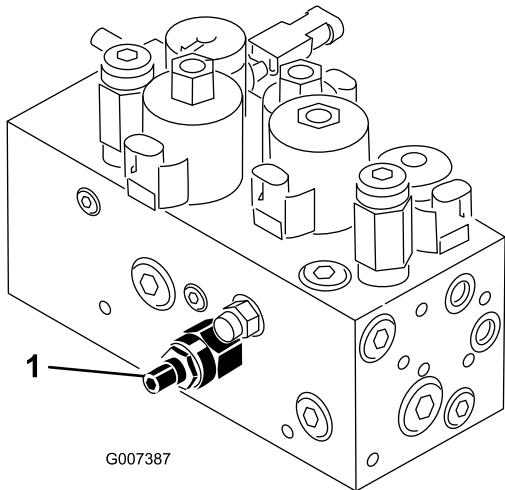

Figura 58
El circuito de elevación/bajada de la unidad de corte está equipado con una válvula de control de flujo (Figura 58). Esta válvula viene ajustada de fábrica, con una abertura de aproximadamente 3 vueltas, pero es posible que sea necesario ajustarla para compensar diferencias en la temperatura del aceite hidráulico, velocidad de siega, etc. Si es necesario ajustarla, proceda de la manera siguiente:
1. Levante el asiento y localice la válvula de control de flujo del bastidor de tiro central (Figura 58), situada junto al colector hidráulico.